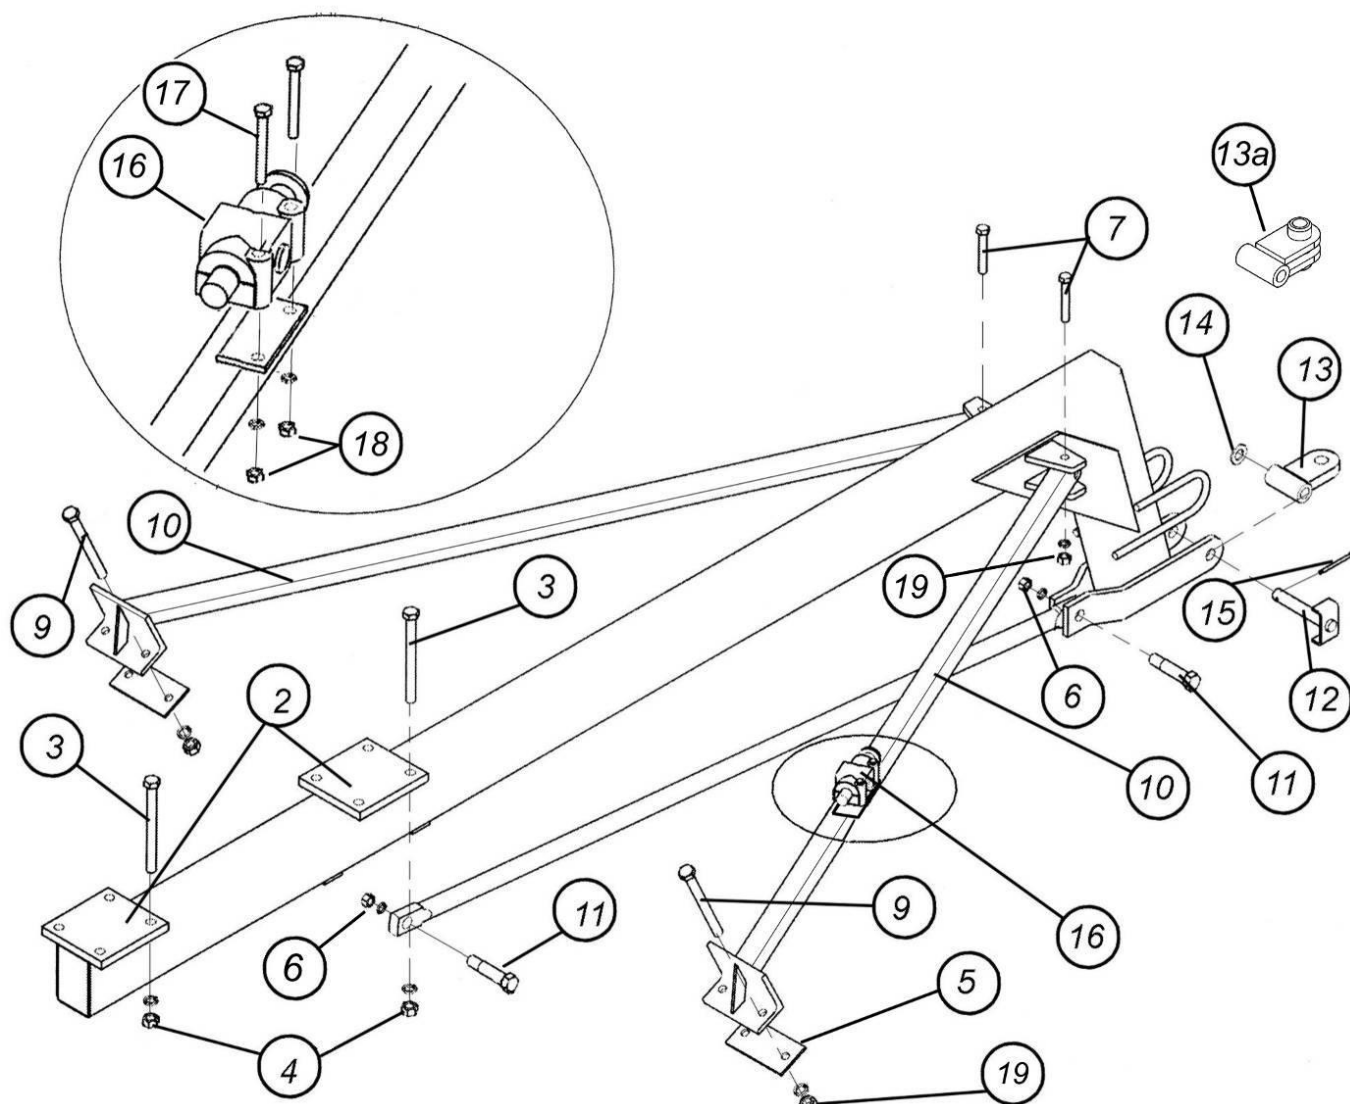

Рис. 7.1.5. Задняя сцепка посевного агрегата
7.1.5. Задняя сцепка (рис. 7.1.5)